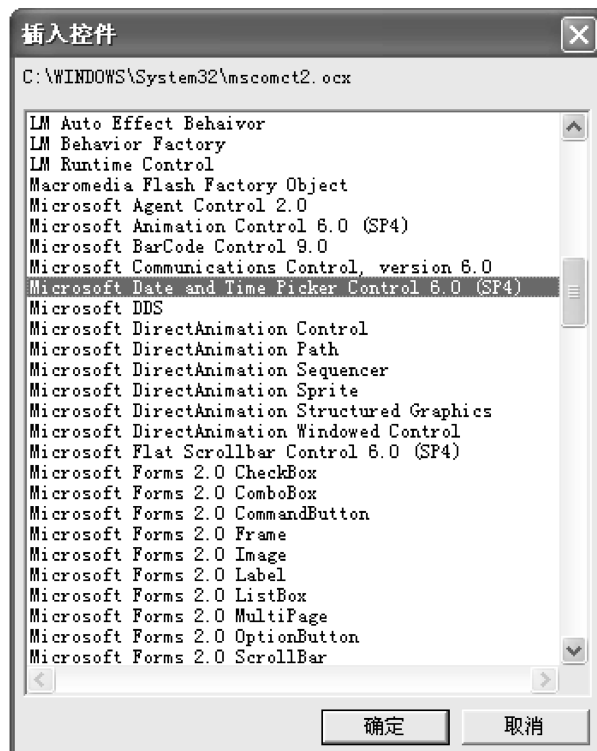

图 7-41 通用控件对话框
- ① 变量名：年变量；变量类型：内存实型；最小值：0；最大值：10000。
- ② 变量名：月变量；变量类型：内存实型；最小值：0；最大值：12。
- ③ 变量名：日变量；变量类型：内存实型；最小值：0；最大值：31。
- 3) 单击工具箱中的  工具，在弹出的通用控件窗口中选择如下控件，如图 7-41 所示。